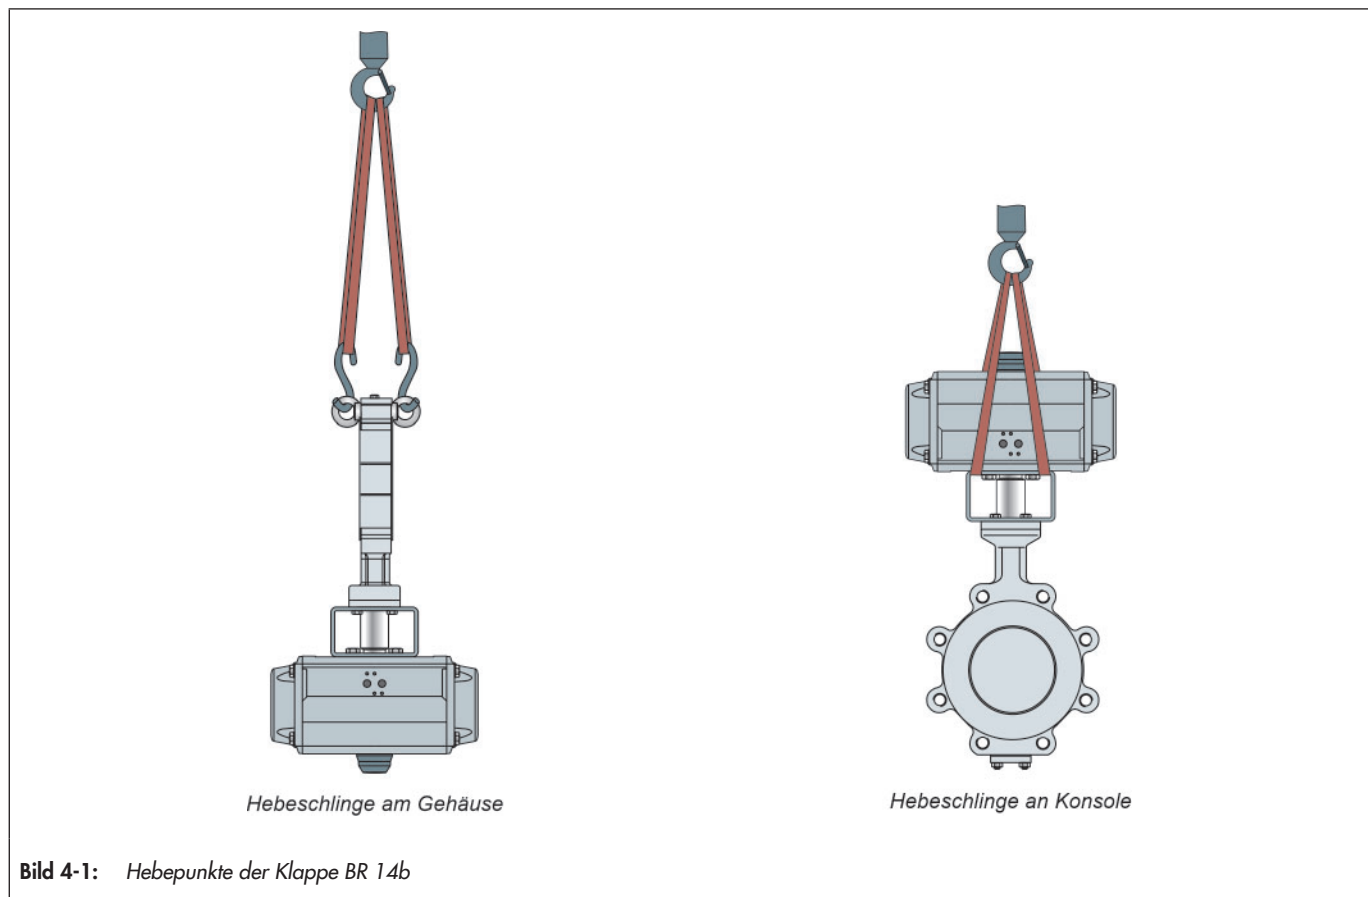

Bild 4-1: Hebepunkte der Klappe BR 14b
- ⇒ Als Tragmittel einen Haken mit Sicherheitsverschluss verwenden, damit die Anschlagmittel beim Heben und Transportieren nicht vom Haken rutschen können, vgl. Bild 4-1.
- ⇒ Je eine Hebeschlinge am Tragmittel (z. B. Haken) des Krans oder Gabelstaplers anschlagen, vgl. Bild 4-1. Dabei die Sicherheit, Tragfähigkeit und Länge der Hebeschlingen beachten.
- ⇒ Je eine Hebeschlinge an der Konsole und am Tragmittel (z. B. Haken) des Krans oder Gabelstaplers anschlagen, vgl. Bild 4-1. Dabei die Sicherheit, Tragfähigkeit und Länge der Hebeschlingen beachten.